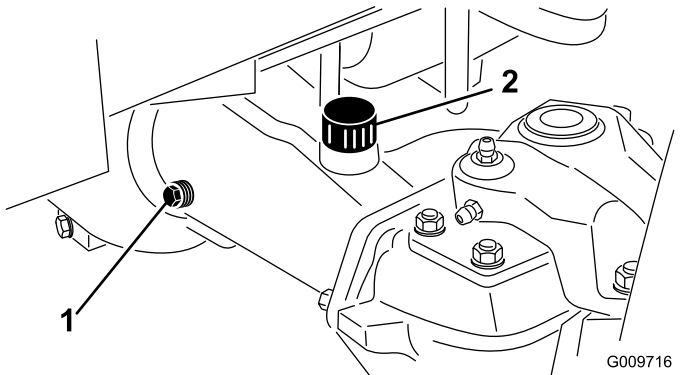

Figura 111
2. Îndepărtați un buon de verificare de la un capăt al axului i asigurați-vă că nivelul lubrifiantului este până la partea inferioară a orificiului (Figura 111).